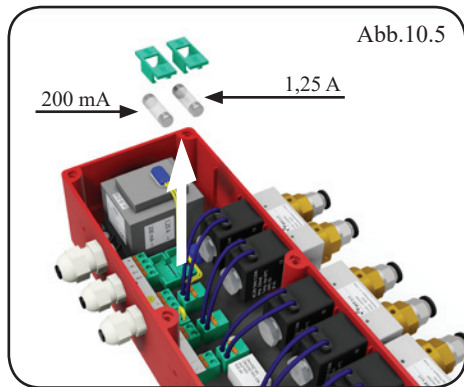

Abb.10.5
- Die Kappe mit der Sicherung entnehmen, die Sicherung herausziehen und ersetzen (Abb.10.5).